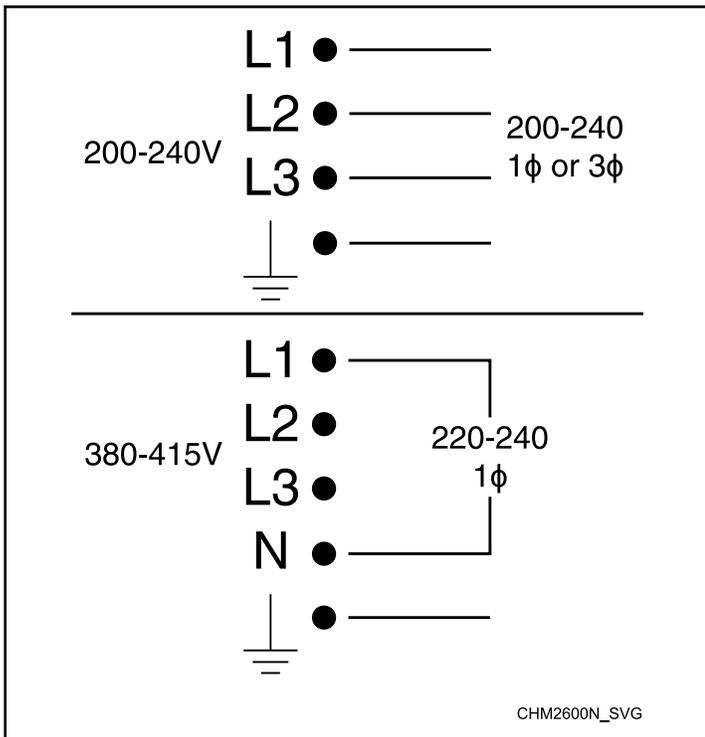

Figura 26
**IMPORTANTE:** Para tensão X – Para obter 200-240 V de uma fonte de 200-240 V, conecte L1 e L2. Para obter 220-240 V de uma fonte de 380-415 V, conecte L1 e N. Consulte a *Figura 26*.